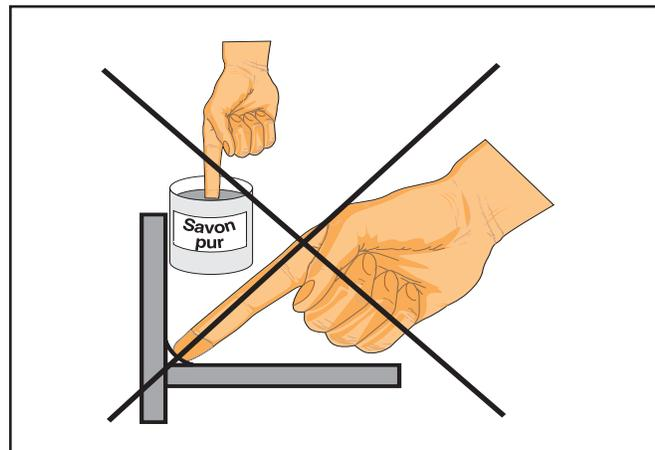

Figure 6 - Ne jamais utiliser de savon pur sur un joint
- F. Ne jamais façonner un joint avec le doigt humecté de savon pur ou de tout autre produit non recommandé. Voir Figure 6.**